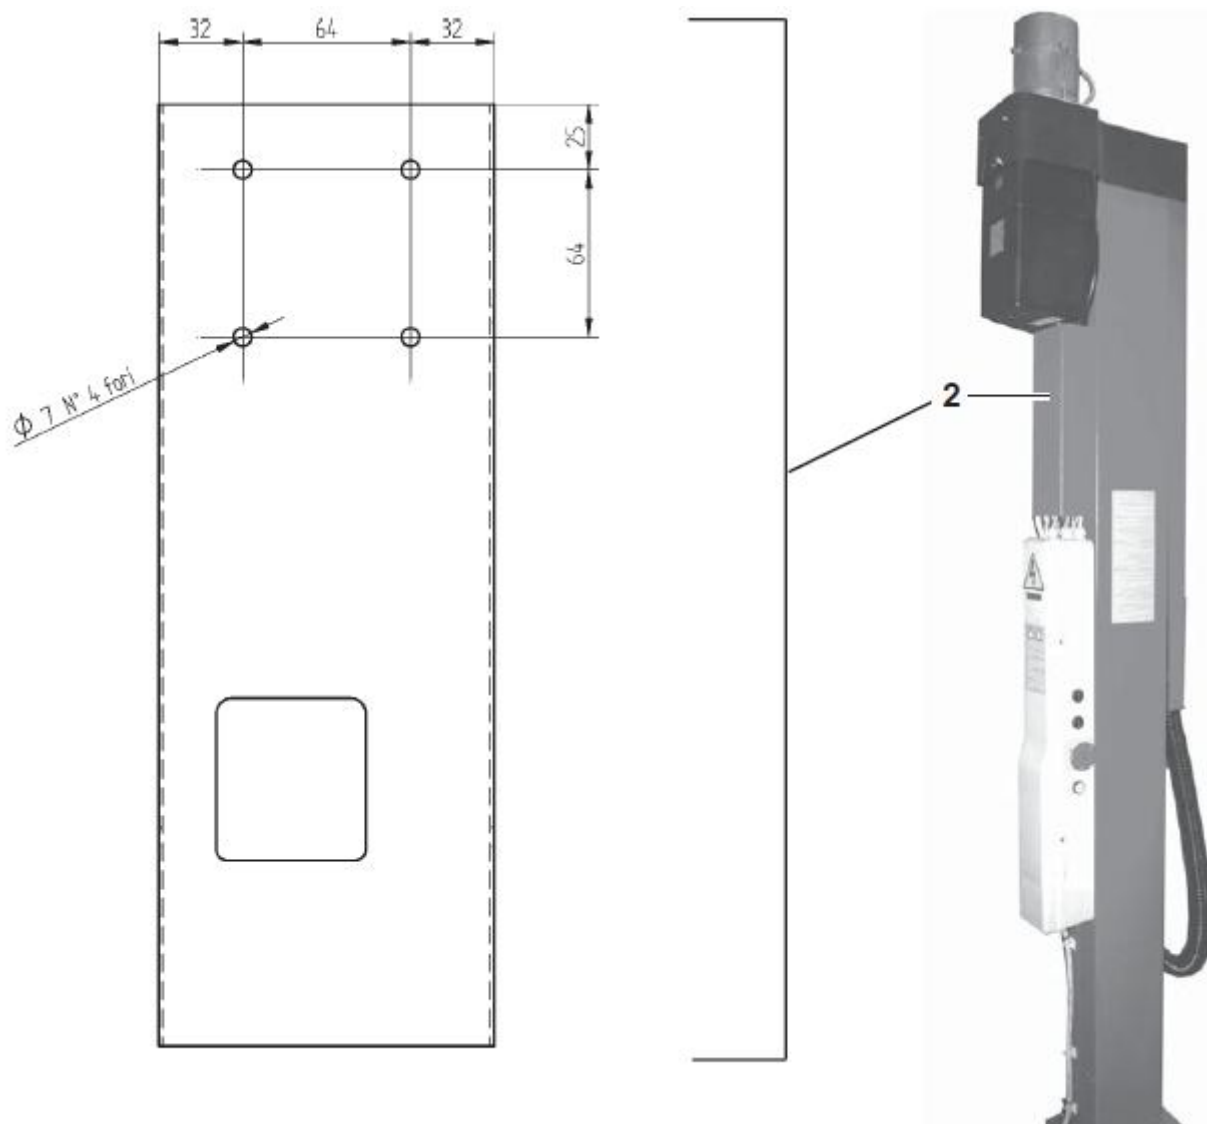

Рисунок 34
Просверлите отверстие в ограничителе (2), как это показано на Рис.34.